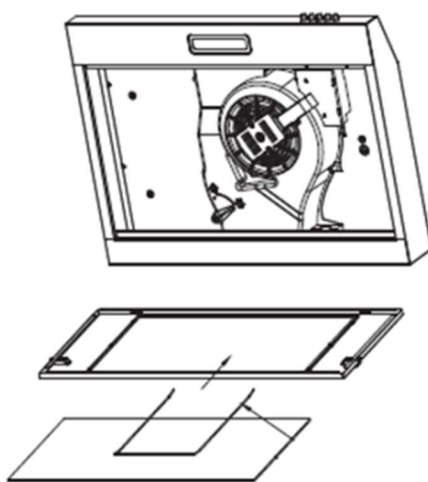

Рис.2
- Хлопковый / угольный фильтр расположен на металлической сетке и закреплен одной железной проволокой Рис.2